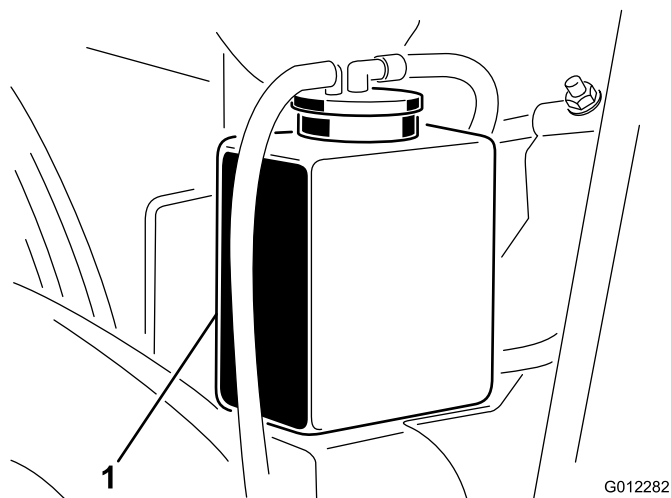
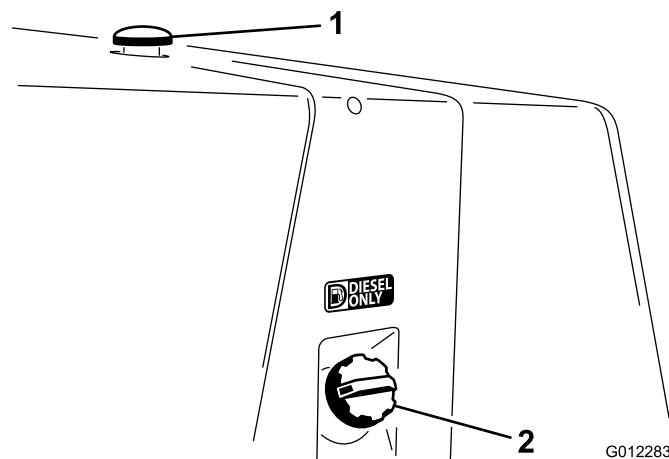

Figura 12
Figura 13
1. Togliete con cautela il tappo del radiatore (Figura 13) e il tappo del serbatoio di espansione (Figura 12).
2. Controllate il livello del refrigerante nel radiatore. Il radiatore deve essere riempito fino alla parte superiore del bocchettone di riempimento, e il serbatoio di espansione fino ai riferimenti presenti sul suo fianco (Figura 12).
3. Togliete il tappo dal serbatoio carburante (Figura 13).